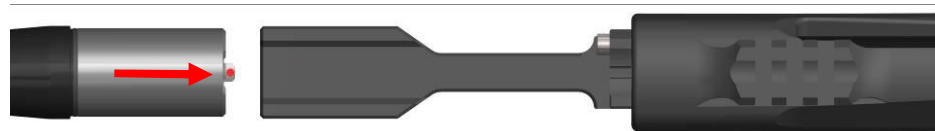

Bild 30
(9) Magazin einsetzen bis es einrastet
(10) Verschluss öffnen (Kammerstengel in hinterste Position bringen).
(11) Lauf ohne Verschlusskopf einsetzen, dabei auf richtige Laufpositionierung achten. Roter Punkt auf Arretiernase muss nach oben zeigen. (Bild 30)